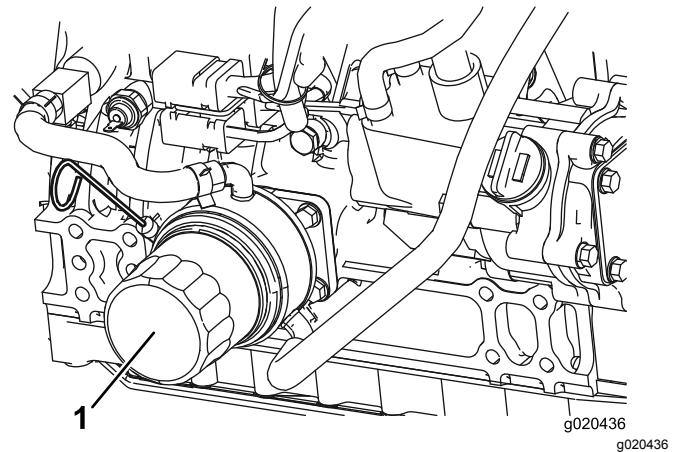

Figura 34
2. Retire o filtro do óleo (Figura 34). Aplique uma leve camada de óleo limpo no vedante do filtro novo antes de o montar. Não aperte demasiado.